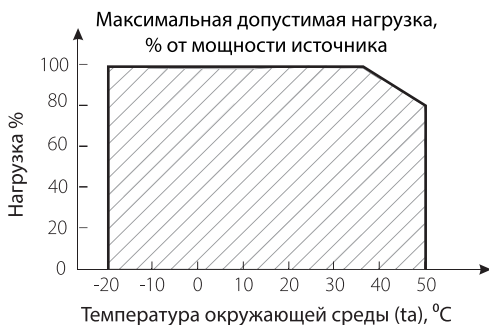

Рис. 2
- 4.3. Не нагружайте источник питания более 80% от его максимальной мощности. Учитывайте, что с повышением температуры окружающей среды, максимальная мощность источника питания снижается, см. график зависимости на *Рис.2*.